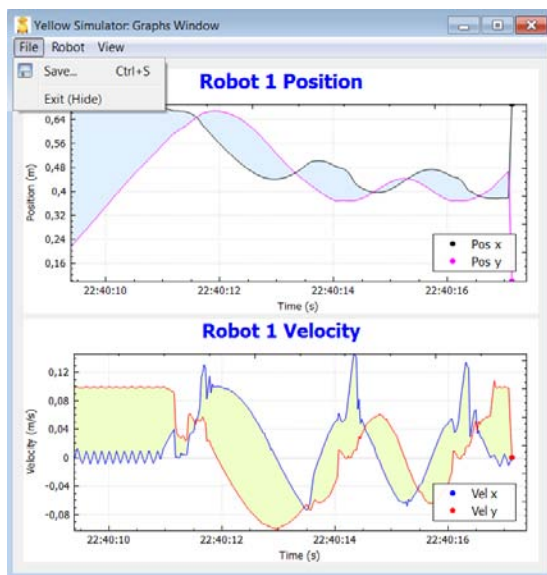

Figura 14. Detalle menú desplegable “File”.
- Menú File: desde este desplegable se pueden grabar los datos en diferentes formatos, como son .mat, .csv, .txt, .png y .pdf. Además de esto, se permite ocultar la ventana (Figura 14).